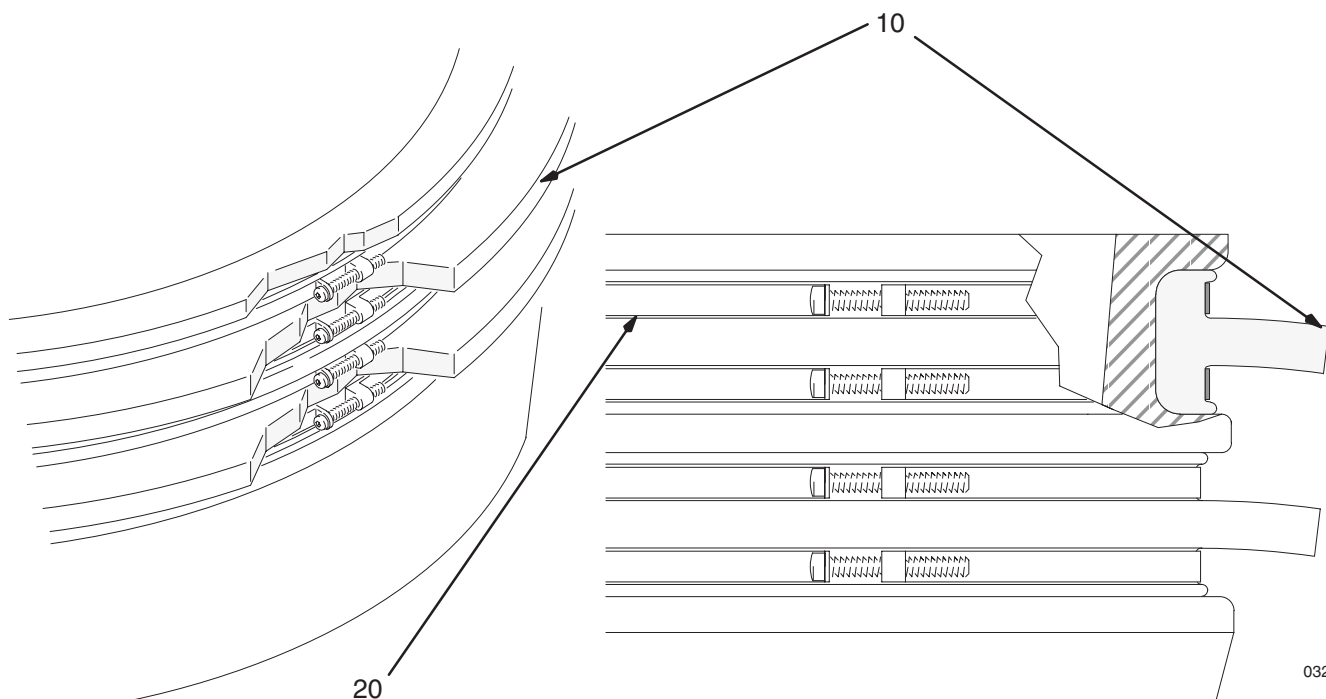

Fig. 1
1. Faire passer le racleur supérieur par dessus l'ensemble du plateau. Faire descendre le premier racleur (10) en le roulant vers la gorge du joint supérieur comme sur la Fig. 1.
2. Faire passer le premier feuillet supérieur (20) par dessus le joint racleur et le mettre dans la gorge supérieure.